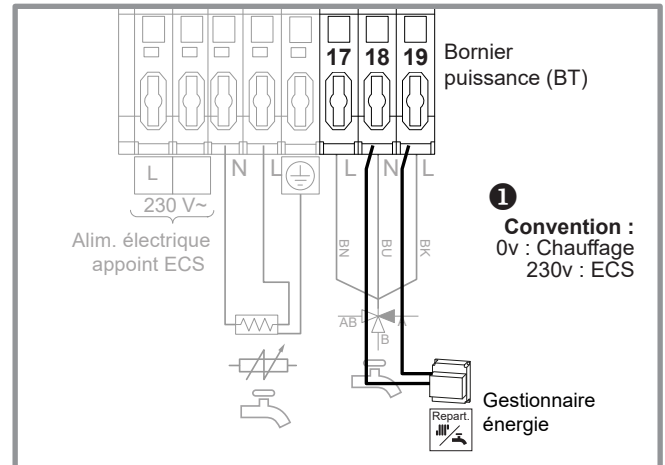

figure 31 - Exemple de raccordement (comptage energie type pack PAC)
- Veiller à ce que tous les câbles électriques sont logés dans les espaces prévus à cet effet (*figure 31*).